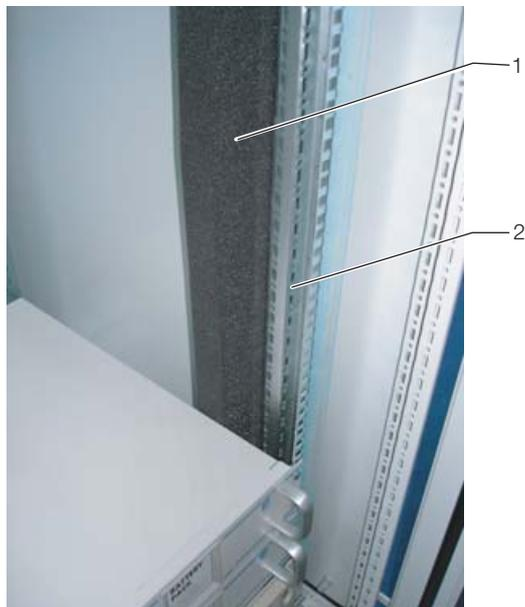

Рис. 24: Поролоновые полоски на одном профиле серверного шкафа
- Закрепите более широкую (Арт. № SK 3301.370 / 3301.320) из двух поролоновых полосок, являющихся комплектующими Liquid Cooling Package, снаружи на одном из передних профилей серверного шкафа (см. Рис. 24). Обратите внимание на то, чтобы эти полоски были размещены с той стороны шкафа, с которой будет установлен Liquid Cooling Package.
- Закрепите более узкую (Арт. № SK 3301.380 / 3301.390) из двух поролоновых полосок, являющихся комплектующими Liquid Cooling Package, снаружи на одном из передних профилей серверного шкафа (см. Рис. 24). Обратите внимание на то, чтобы эти полоски были размещены с той стороны шкафа, с которой будет установлена боковая стенка.